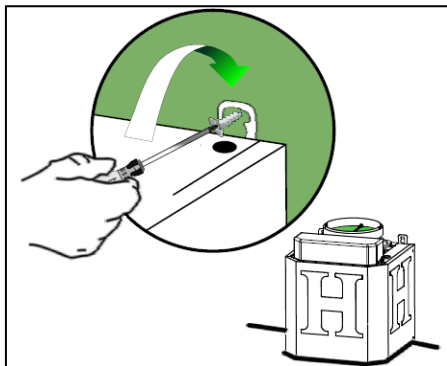

图. 9
- 用配套的 2 (two) ST5 x 50 螺丝把机体固定到墙上。拧紧螺丝。注意: 如果需要可调整机身平衡。(图. 9).
校准机体 (如果需要) (图. 9)